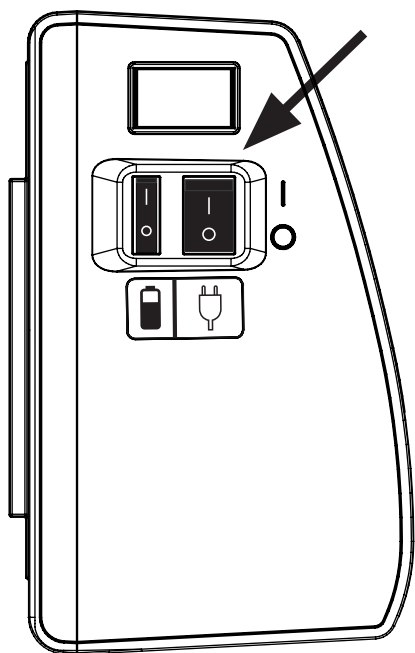

Fig. 16 Allumage du compresseur
- ❖ Allumer le compresseur en utilisant le plus grand interrupteur de courant situé sur le côté du compresseur (voir Fig. 16).